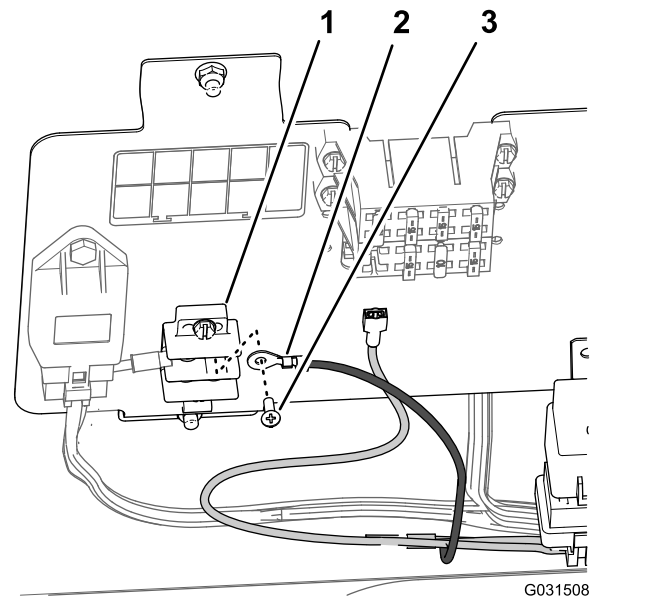

Рисунок 202
1. Выверните винт с клеммного блока заземления (Рисунок 202).
2. Прикрепите круглую клемму жгута проводов доводочного комплекта к клеммному блоку заземления при помощи винта, снятого при выполнении пункта 1 (Рисунок 202).